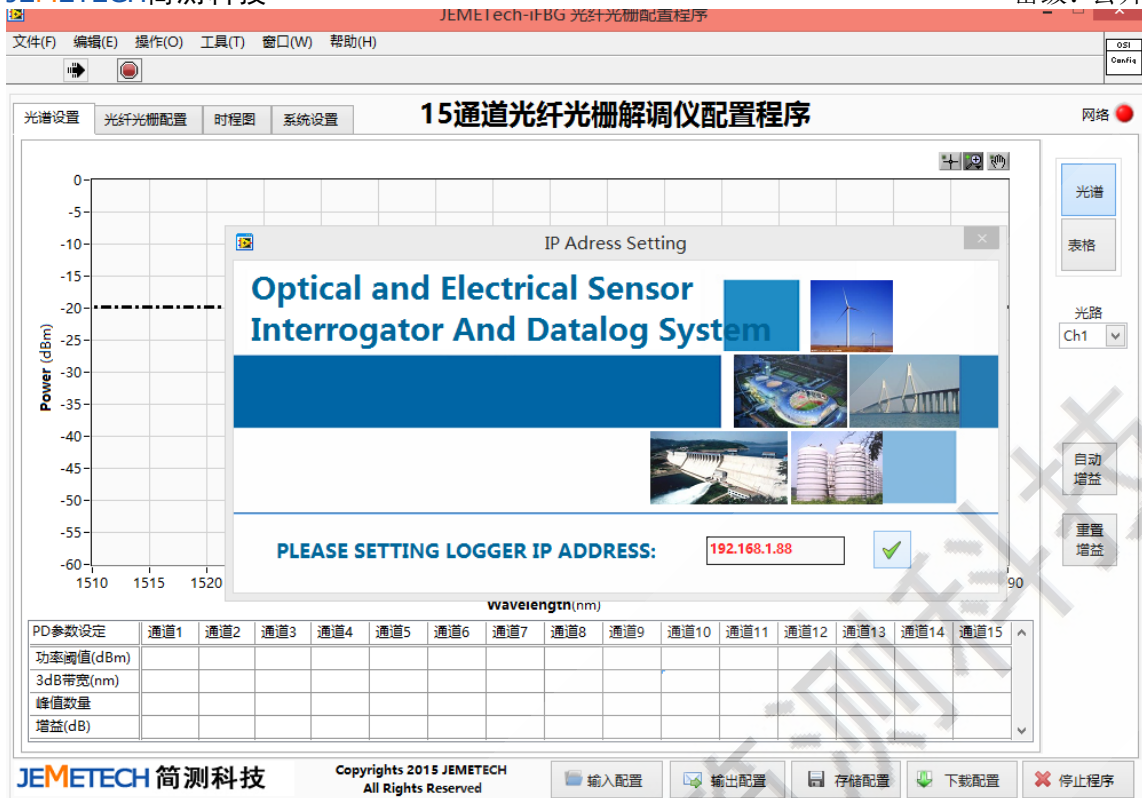

图2.4 配置程序操作界面
2.1.3 安装完成后，运行【JEMETech 光纤光栅解调配置程序】，弹出如图 2.4 所示对话框，点击【√】按钮；